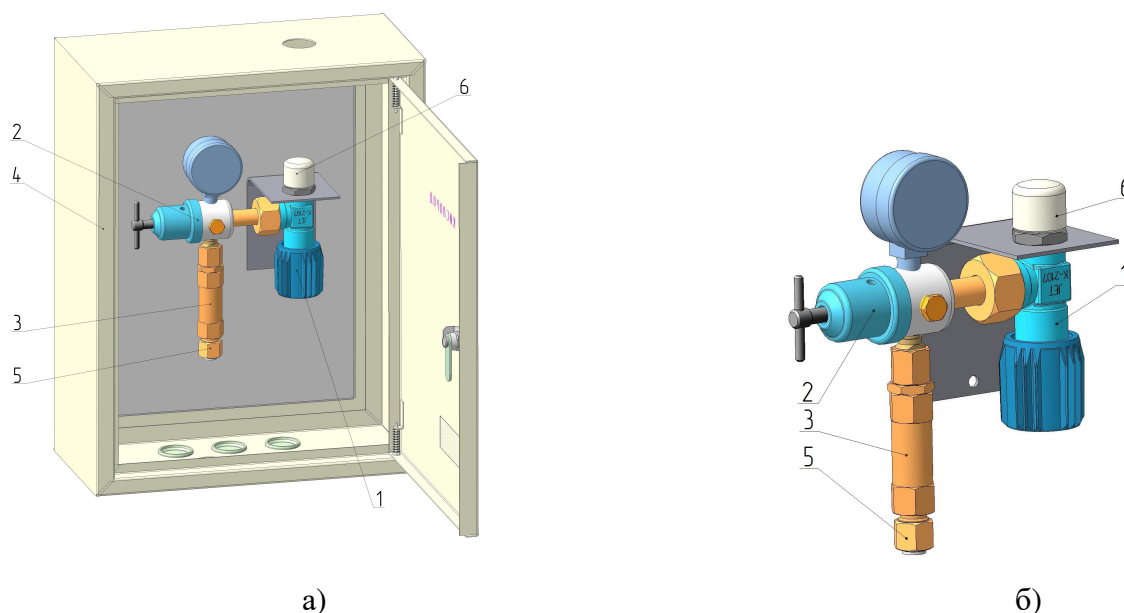

Рис. 1. Пост газоразборный: а - ПГК-50-з; б - ПГК-50
4.1 Внешний вид поста показан на рис. 1